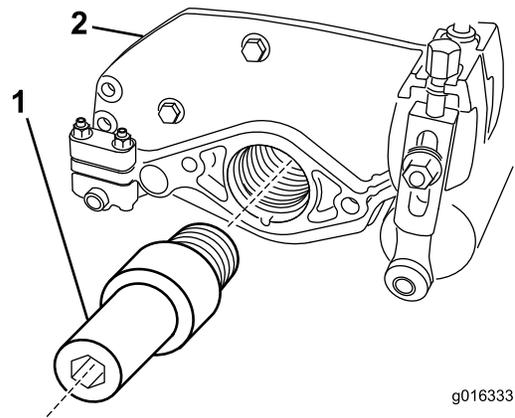

Figura 4
4. Montate la trasmissione spazzola al posto del dado cuscinetto come mostrato in Figura 4; serratelo a una coppia di 136 N m.